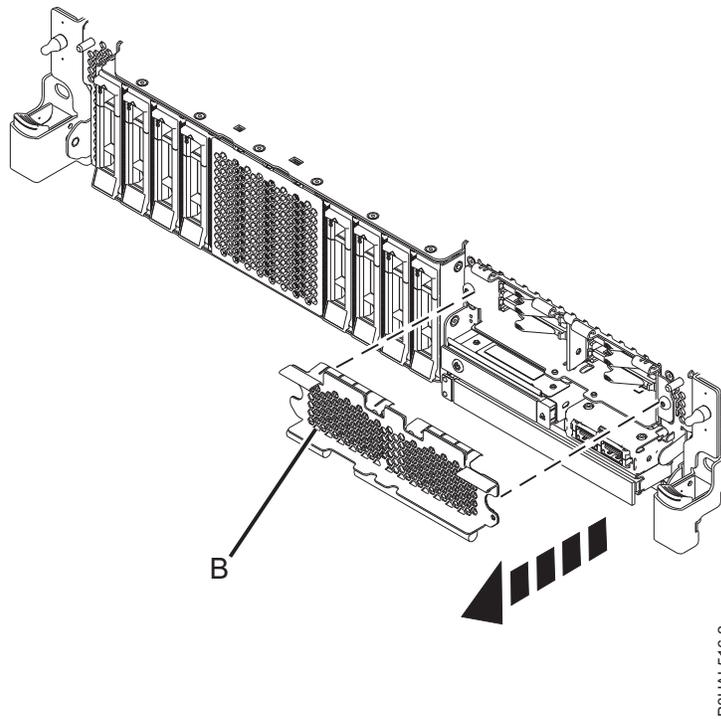

Figura 52. Extracción de la cubierta del receptáculo de la SSD para acceder a las ranuras de SSD en un sistema función ampliada
11. Para acceder a las ranuras SSD, extraiga la placa perforada (B) que cubre el receptáculo de la SSD tal como se muestra en Figura 52 en la página 56.